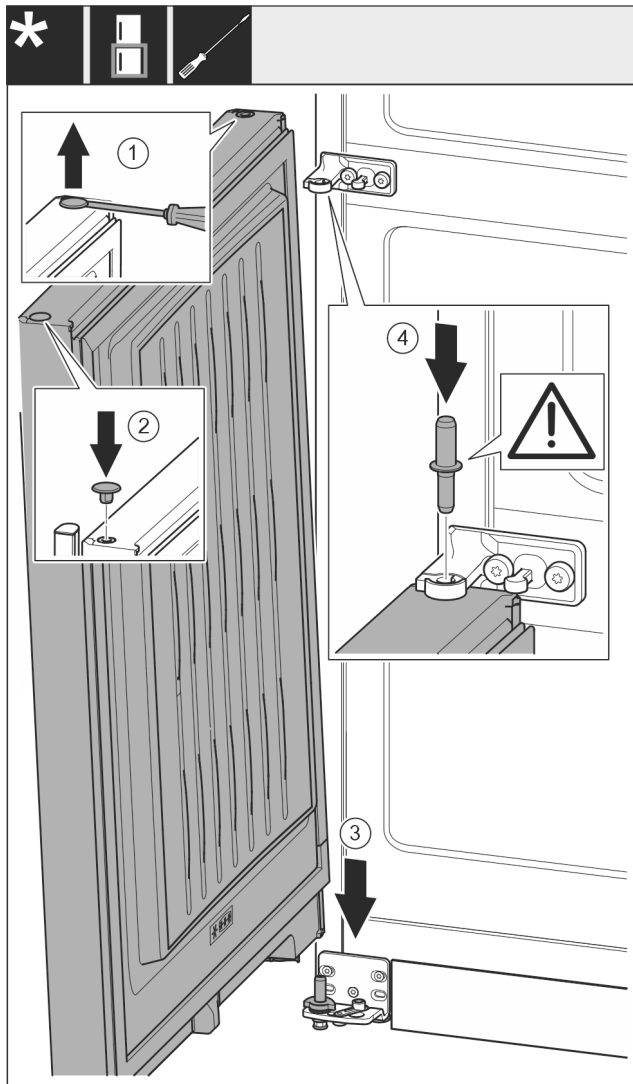

Fig. 21
- ▶ 将堵头 Fig. 21 (1)用带槽螺丝刀小心地提起并将其拉出。
- ▶ 将堵头 Fig. 21 (2)重新放入门的另一侧。
- ▶ 将冰箱门 Fig. 21 (3)从上方将放在下面的轴承螺栓上。
- ▶ 将中间轴承螺栓 Fig. 21 (4)通过中间托架放置在冰箱下方门内。同时注意止动凸轮需指向后方。